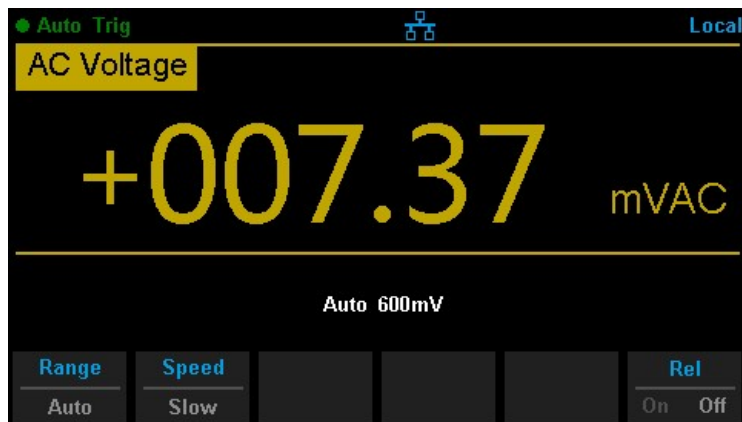

図 2-8 AC 電圧測定インターフェース
1. 図 2-8 に示すように、フロントパネルの **ACV** を押して AC 電圧測定インターフェースに入ります。